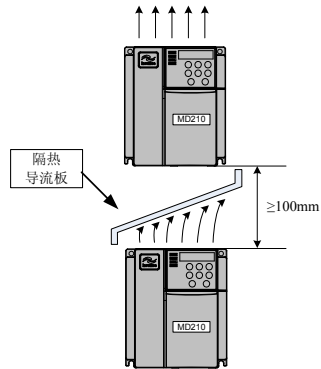

图 3-2 隔热导流板安装示意图
- 2) 请向上垂直安装变频器, 便于热量向上散发。若柜内有多台变频器时, 请并排安装。在需上下安装场合, 请参考图 3-2, 安装隔热导流板。部分没有风扇的机型 (如  $0.4\text{kW}$ 、 $0.75\text{kW}$ ) 只能垂直安装。